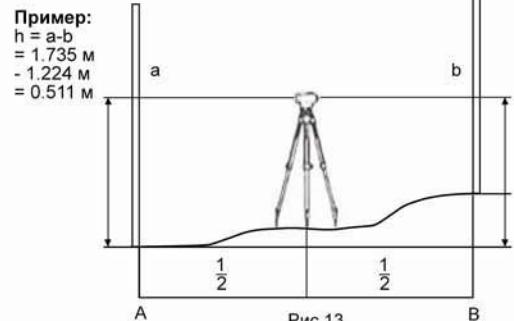

Рис.13
4) Разность отсчетов "a-b" является превышением "h" точки В относительно точки А. (Рис.13)
1) Установите прибор приблизительно посередине между точками А и В (Рис.13)